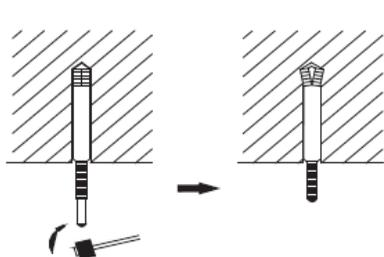

Fig. 3
- 1) Introduisez le boulon d'ancrage M10 dans le trou et à l'aide du marteau, introduisez une goupille dans le boulon. Quant à la distance entre les trous, voir le plan des dimensions extérieures de l'unité intérieure. Pour la mise en place des boulons d'ancrage, référez-vous à la figure 3.